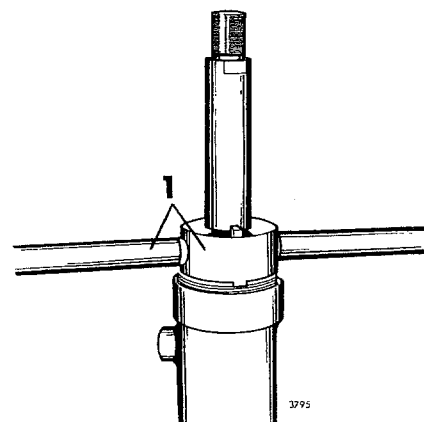

Fig 14—53. Demontering av bakre mutter
1. Skruva bort den stora muttern i styrcylinderns bakre ände, se fig 14—53.
4. Montera bakre styrknuten. Antal justermellanlägg mellan knuten och kolvstången avpassas så att spåret för låsskruven kommer rakt ut åt vänster samtidigt som den vertikala axeln i främre styrknuten hålls inom 0—20° enligt fig 14—55 då knuten är fastdragen. Använd SVO 3237.